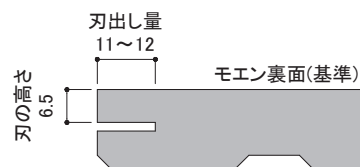

図4 刃の調節目安
- 刃は、①刃出し量11～12mm、②面材の裏面から6.5mmの位置に調節してください(図4)。